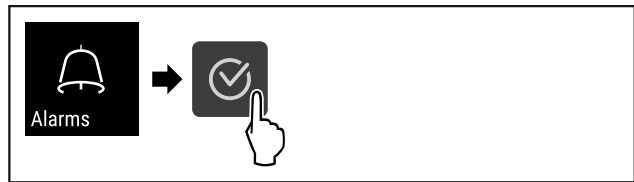

Fig. 107
- ▶ Hajtsa végre a művelet lépéseit (lásd Fig. 107) .